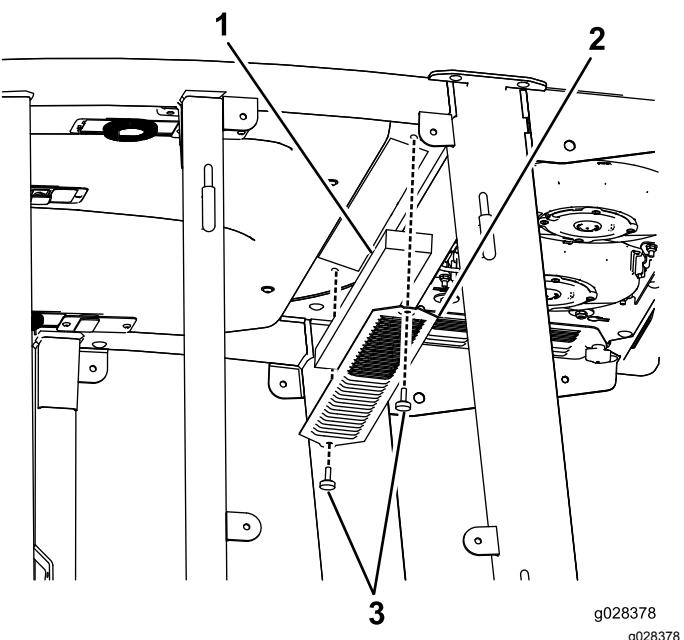
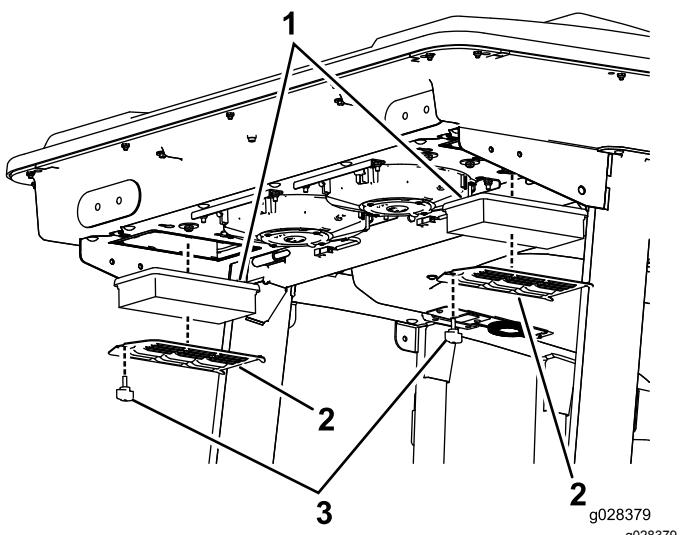

Figura 133
Figura 134
- Retire los tornillos y las rejillas que cubren el filtro interior y el trasero de la cabina (Figura 133 y Figura 134).